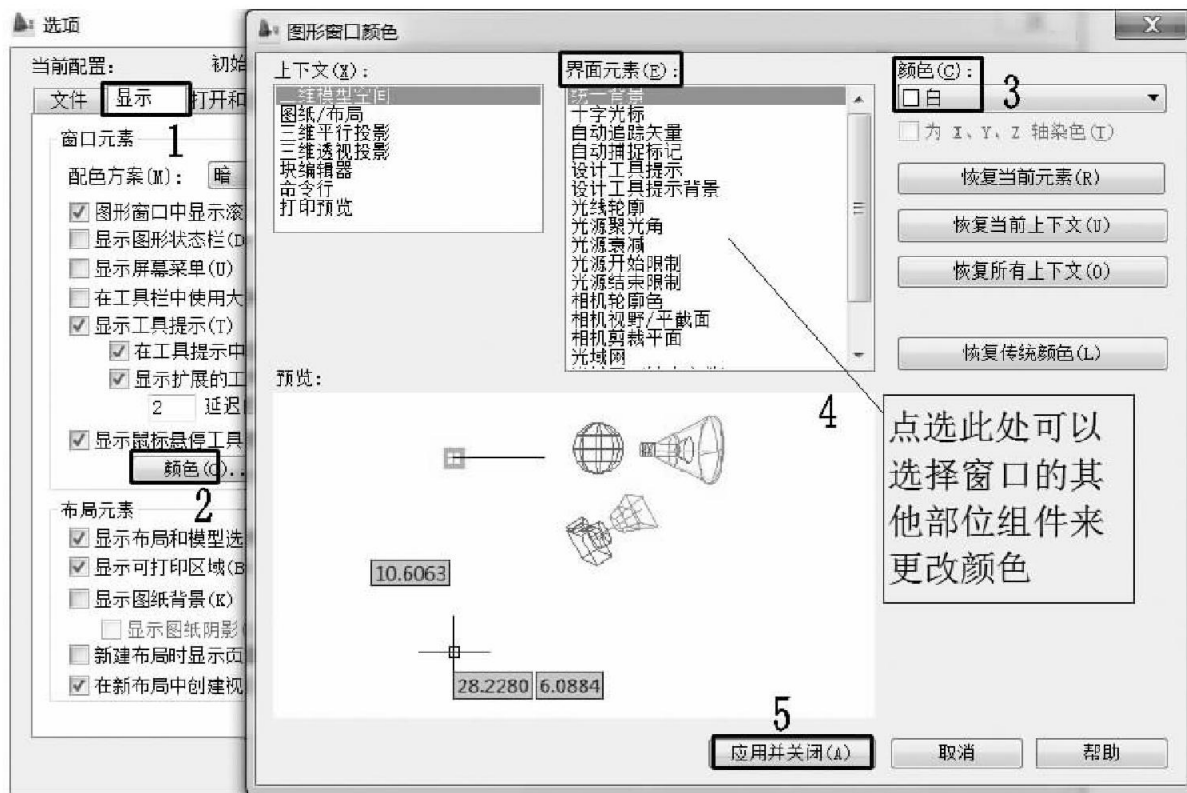

图 1-33 调整绘图区的背景颜色
- (1) 单击“系统设置工具”处的“选项”按钮。
- (2) 再按图 1-33 所示的操作来调整。